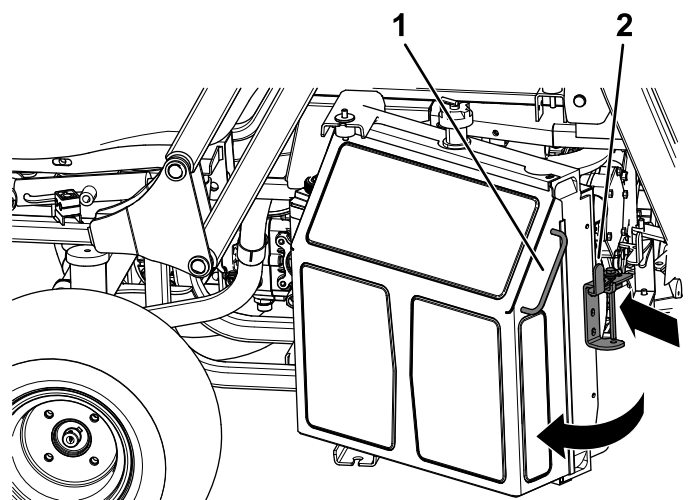

Bild 58
1. Drücken Sie den Riegel am Kühler nach innen zum Kühler (Bild 58).
2. Drehen Sie den Kühler mit dem Griff an der Seite des Kühlers, um an den Motor zu gelangen (Bild 58).